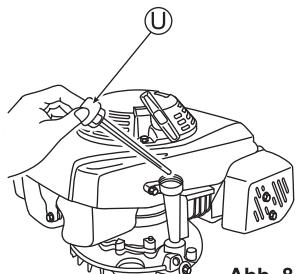

Abb. 8
- Nehmen Sie den Öltankverschluss (U) ab, ziehen Sie den Ölstandanzeiger heraus und führen Sie ihn anschließend ein, ohne ihn zu verschrauben. (Siehe Abb. 8)
- Nehmen Sie den Öltankverschluss (U) ab und vergewissern Sie sich, dass der Ölstand zwischen den Höchst- und Mindestmarkierungen des Ölstandanzeigers liegt.
- Verschließen Sie den Öltankverschluss (U) nach der Überprüfung ordentlich.